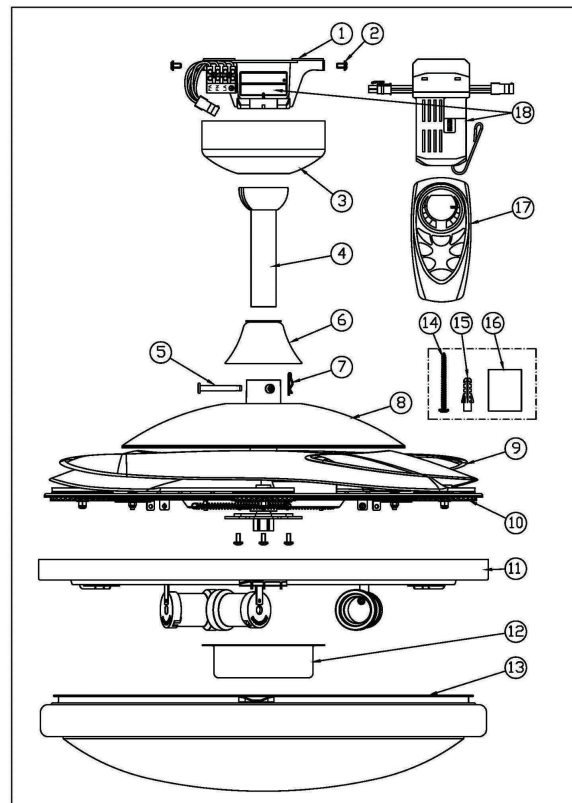

FIGURA 1
3- FIGURA 1) AFLOJANDO LOS DOS TORNILLOS CON HANURIAS.
4) Fije el soporte de montaje (FIGURA 1) A LA VIGUETA DEL CIELO RASO UTILIZANDO LOS TORNILLOS LARGOS INCLUIDOS. ASEGÚRESE DE ENGANCAR AL MENOS 40 MM DEL TORNILLO EN EL SOPORTE.